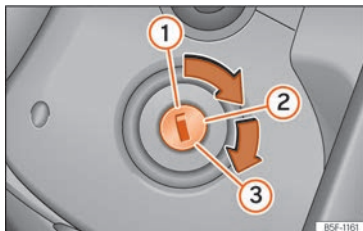

Fig. 233 Positions de la clé de contact.
Positions de la clé » fig. 233
- Tournez la clé en position  fig. 233 ②. Dans les véhicules diesel, il y a un préchauffage .
- Continuer à tourner la clé en position 3  fig. 233 -- sans appuyer sur l'accélérateur.
- Une fois le moteur démarré, relâchez la clé. Lorsque vous la relâchez, la clé revient en position ②.
- *Véhicules avec serrure de contact* : Amenez la clé de contact en position » » fig. 233 ⓘ.